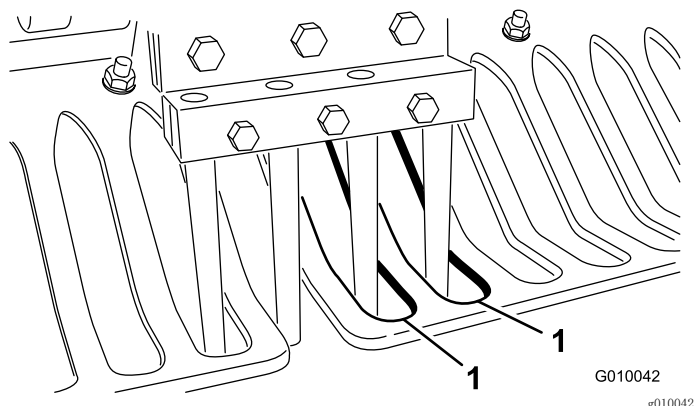

图27
7. 检查打孔针对准护草板缺口的中心（图27）。必要时调节护草板，然后拧紧螺母。